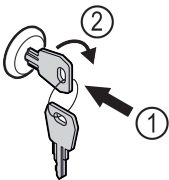

Fig. 121
- ▶ Sleutel erin duwen Fig. 121 (1).
- ▶ Sleutel 90° rechtsom draaien Fig. 121 (2).